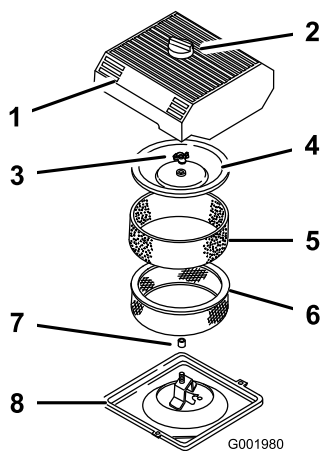

Figura 44
3. Limpie alrededor del limpiador de aire de forma que la suciedad no penetre en el motor y cause daños (Figura 44).
4. Afloje el pomo de la tapa del limpiador de aire y retire la tapa (Figura 44).
5. Deslice cuidadosamente el filtro de gomaespuma para separarlo del filtro de papel (Figura 44).
6. Desenrosque la tuerca de la tapa y retire la tapa y el filtro de papel (Figura 44).
1. Deslice cuidadosamente el filtro de gomaespuma sobre el filtro de papel (Figura 44).
3. Coloque la tuerca de la tapa con la presión de los dedos solamente contra la tapa (Figura 44).
4. Instale la tapa del limpiador de aire y el pomo (Figura 44).